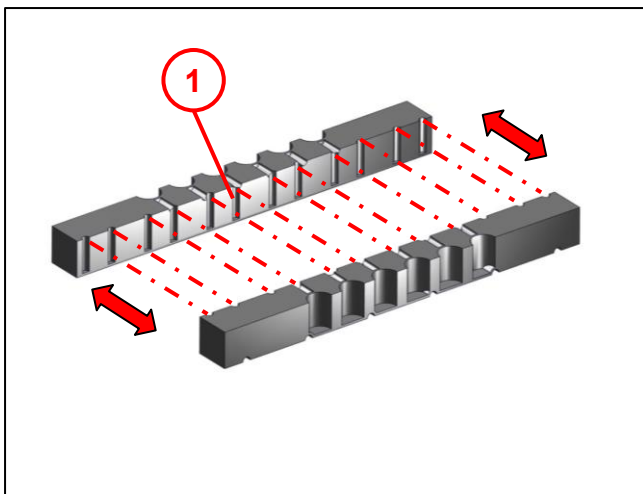

Abb. 14
- Ersten Dichtungseinsatz (3) mit entsprechendem Durchmesser nach vorne zeigend, in Gehäuse einsetzen.
- Patchkabel LC-APC (2) an Kupplung (1) anstecken.
- Zweiten Dichtungseinsatz (4) einsetzen (siehe auch Abb. 14).